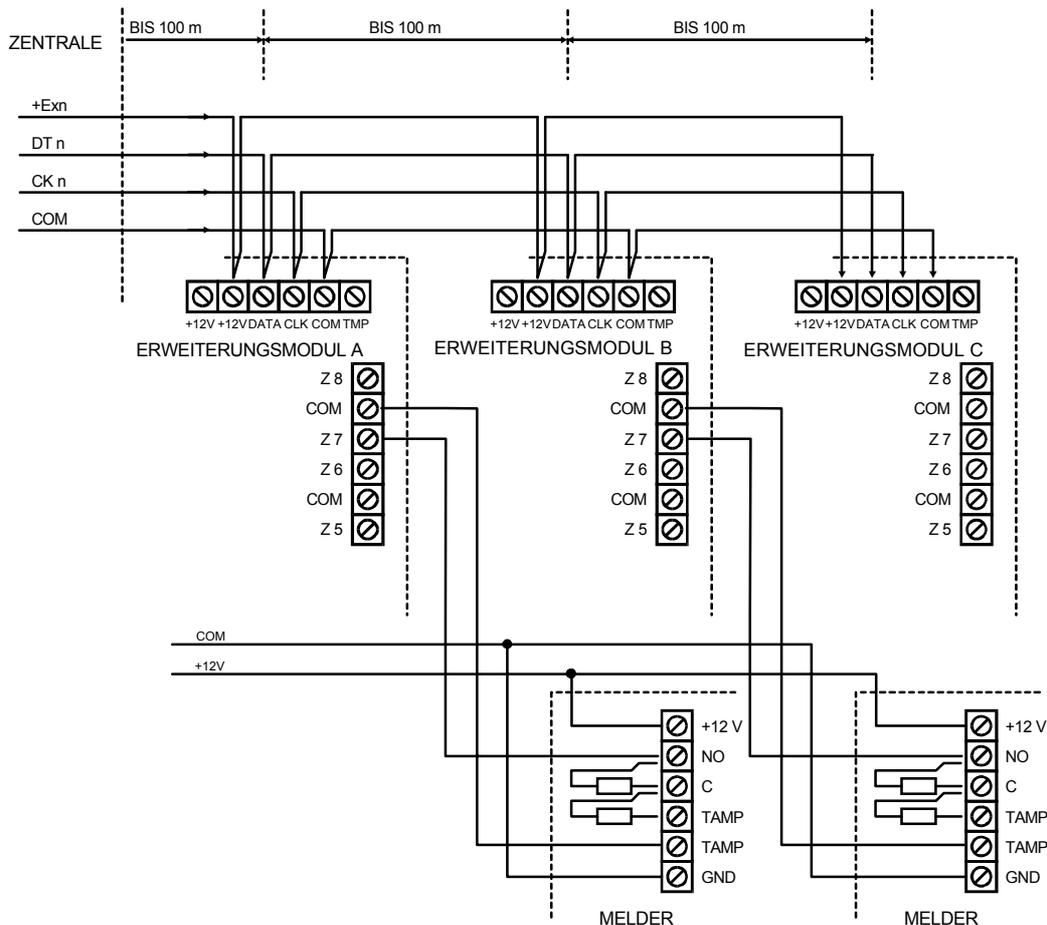

Abb. 17. Korrekter Anschluss der Module bei kleinen Entfernungen zwischen der Zentrale und den Modulen; Anschluss der Melder.
Die Module können mit einem typischen, nicht ummantelten Kabel angeschlossen werden, das in Alarmsystemen Verwendung findet (z.B. DY8x0,5). Die Signale DTn, CKn und COM müssen in einer Leitung liegen (sie können nicht über getrennte Kabel geführt werden). Bei kleinen Entfernungen (bis 100 Meter) und wenn nur Module an die Stromversorgungsleitung angeschlossen sind, können ein paar Module hintereinander angeschlossen werden (Abb. 17). Zusätzliche Anlagen, die Strom verbrauchen, müssen über getrennte Leitungen gespeist werden (Melder, die an die Module A und B angeschlossen sind).
**ACHTUNG:** Die empfohlene Methode der Stromversorgung von Meldern, die an Module angeschlossen sind, wurde in Abb. 17 dargestellt (im Abschnitt „Anschluss der Erweiterungsmodule“).